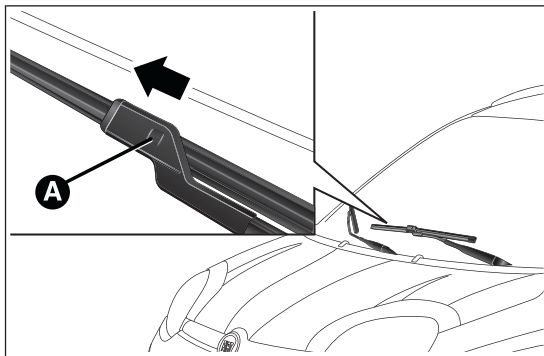

fig. 145
- sollevare il braccio del tergicristallo, premere la linguetta A fig. 145 della molla di aggancio ed estrarre la spazzola dal braccio;